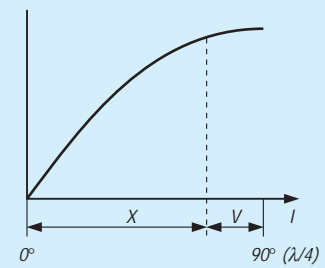

Bild 5: Um das Stück X verkürzt sich die kapazitiv belastete λ/4-Leitung
Bild 5 zeigt diese Zusammenhänge. Ein Beispiel verdeutlicht die Berechnung. Für eine Störfrequenz von 476,75 MHz (Tonträger vom TV-Kanal 21; λ = 629 mm) soll ein Saugkreis berechnet werden. Die verwendete Leitung sei ein Koaxialkabel von 50 Ω Wellenwiderstand Z mit einem Verkürzungsfaktor V = 0,66. Der Saugkreis wird mit einem Kondensator von C = 1 pF gebildet. Nach (1) wird